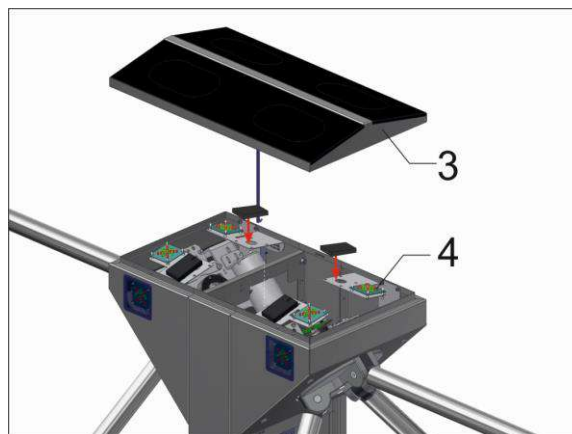

Рис. 17– Установка считывателя в турникет-трипод
- В турникетах «CENTURION-M TWIN», «TWIX-M TWIN» и «BASTION-M TWIN» считыватели устанавливаются на специальный, регулируемый по высоте кронштейн, который расположен под крышкой 4 рядом с световым табло индикации 3 (Рис. 17).